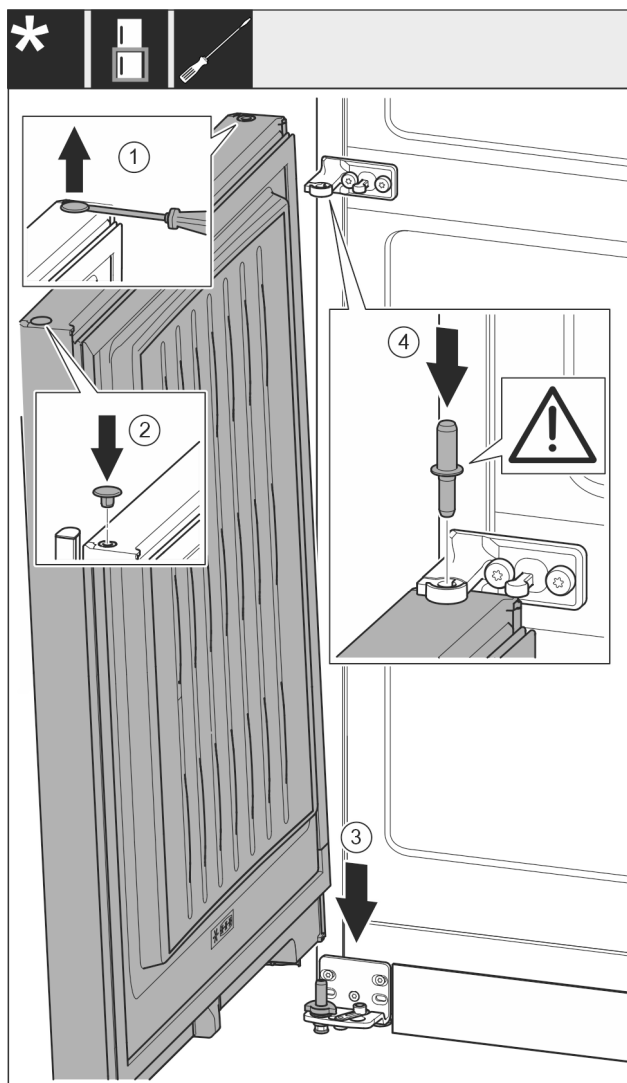

Fig. 23
- ▶ Sollevare il tappo Fig. 23 (1) con cautela con un cacciavite a intaglio ed estrarlo.
- ▶ Reinsertare il tappo Fig. 23 (2) sull'altro lato della porta.
- ▶ Inserire la porta Fig. 23 (3) dall'alto sul perno di supporto inferiore.
- ▶ Inserire il perno di supporto centrale Fig. 23 (4) attraverso il blocco di supporto centrale nella porta inferiore. Facendo ciò assicurarsi che la camma di arresto sia rivolta all'indietro.